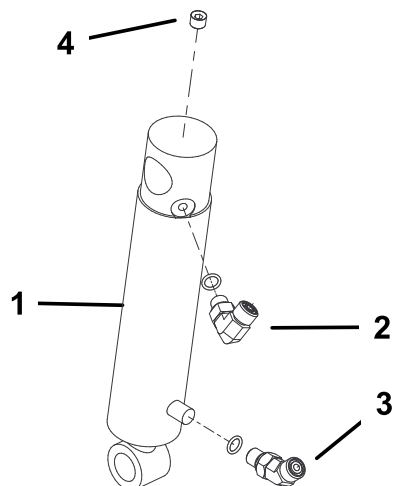

Figure 11
1. Vissez un raccord à 90 degrés dans l'orifice supérieur du vérin hydraulique. Positionnez le raccord comme illustré à la Figure 11. Remarque : Les joints toriques doivent être lubrifiés et positionnés correctement sur tous les raccords avant la mise en place.
2. Vissez un raccord à 45 degrés dans l'orifice inférieur du vérin hydraulique. Positionnez le raccord comme illustré à la Figure 11.